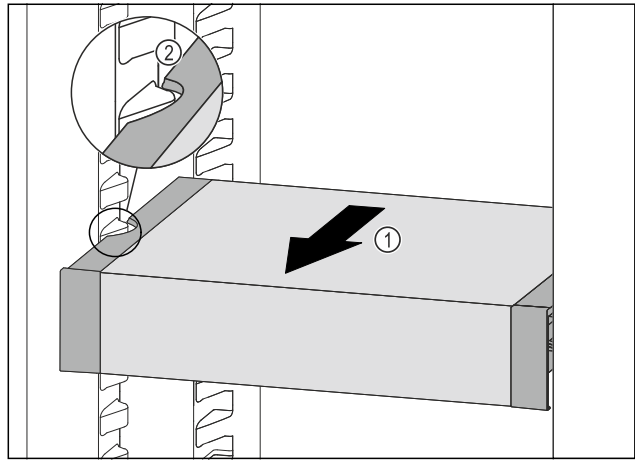

Fig. 126
- Tirer le VarioSafe vers l'avant Fig. 126 (1) jusqu'à ce que les encoches latérales du VarioSafe se trouvent au niveau de la nervure du bac dans la partie réfrigérateur. Fig. 126 (2)